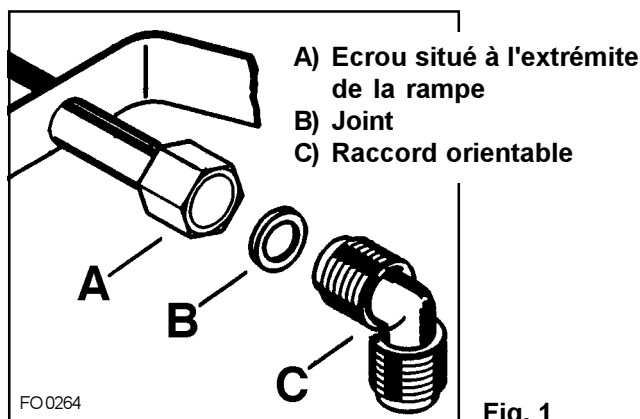

Fig. 1
- 1) Vissez le raccord orientable C dans l'écrou A situé à l'extrémité de la rampe d'alimentation, sans omettre d'intercaler le joint d'étanchéité B (Fig. 1).